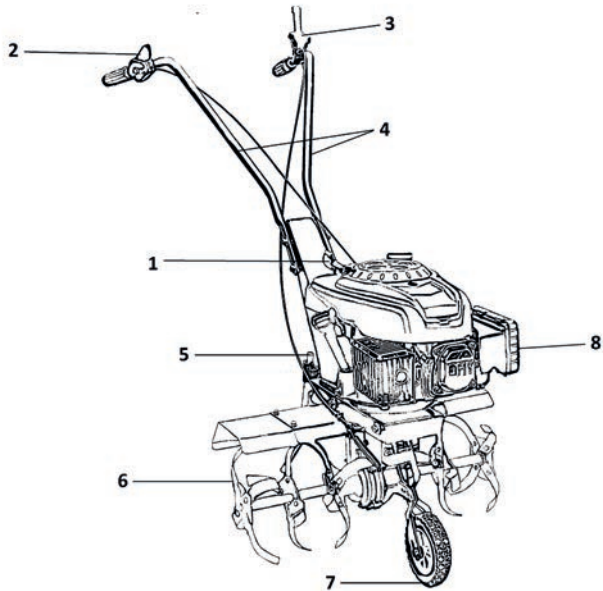

Fig. 1
3. DESCRIPTION OF THE CULTIVATOR (Fig. 1)